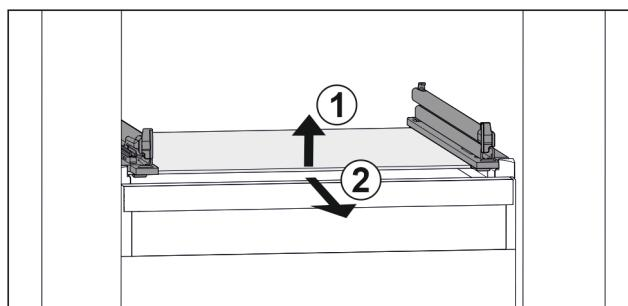

Fig. 76 Примерное отображение стеклянной пластины
- ▶ Приподнимите стеклянную пластину спереди. Fig. 76 (1)
- ▶ Извлеките стеклянную пластину движением вперед. Fig. 76 (2)